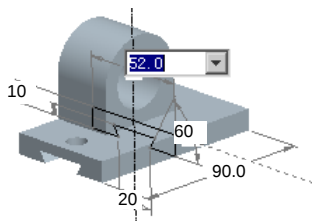

图 5.9.3 修改尺寸
Step2. 在弹出的图 5.9.3 所示的文本框中，输入新的尺寸，并按回车键。